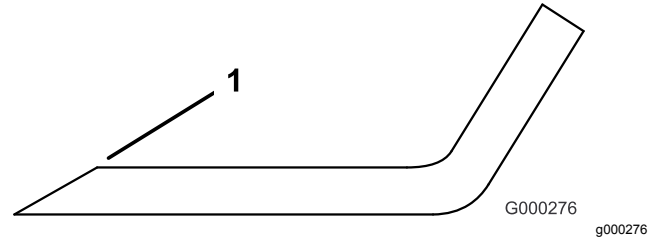

Figure 119
3. Examinez les tranchants de toutes les lames et aiguissez-les s'ils sont émoussés ou ébréchés (Figure 119).
Remarque: N'aiguissez que le haut du tranchant et conservez l'angle de coupe d'origine pour obtenir une coupe nette (Figure 119). Limez la même quantité de métal sur chacun des deux tranchants pour ne pas déséquilibrer la lame.